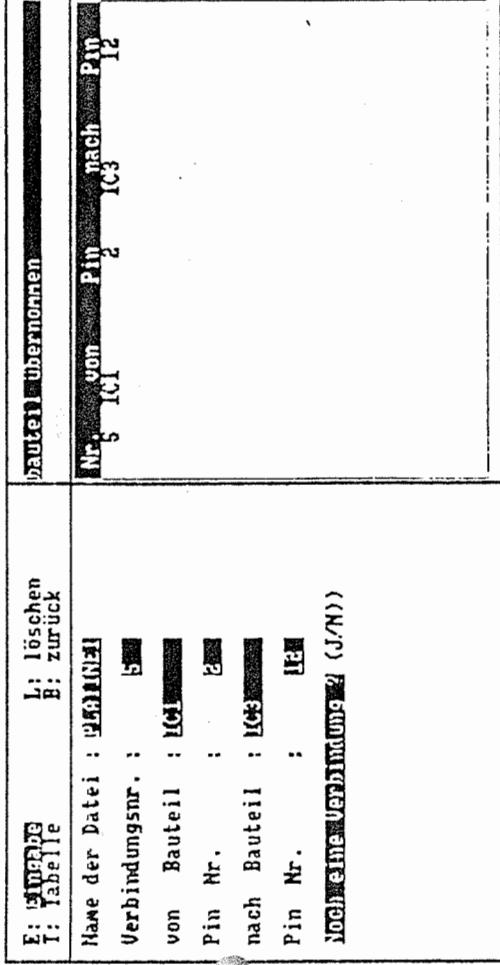

Bild 16
**N:neueingabe** > Das Programm fragt nach dem Dateinamen, den Sie eingeben müssen. Geben Sie hier den Namen ein, den Sie beim Abspeichern der Lageskizze, zu der Sie jetzt die Verbindungen eingeben wollen, benutzt haben und befolgen Sie nach Drücken der Enter-Taste die Anweisungen im rechten oberen bzw. linken unteren Fenster. Sind alle Daten eingelesen springt das Programm automatisch in das Eingabemenu (Bild 16).
**E:eingabe** > Nacheinander werden die Abfragen wie aus Bild 16 ersichtlich gemacht. Als Verbindungsnummer geben Sie eine Zahl zwischen 1 und 999 an. Die Reihenfolge ist hierbei beliebig. Eingaben schon existierender Verbindungsnummern werden nicht angenommen. Im rechten oberen Fenster erscheinen die jeweiligen Eingabefehlermeldungen bzw. Ausführungsmitteilungen. Haben Sie eine Verbindung von Bauteil, Pin-Nr. nach Bauteil, Pin-Nr. eingegeben, werden Sie gefragt, ob die Verbindung in die Datei übernommen werden soll. Drücken Sie entsprechend J für Ja und N für Nein. Wurde eine Verbindung in die Datei übernommen, wird diese im rechten unteren Fenster in einer Tabelle angezeigt. Auf die gleiche Weise beantworten Sie die nachfolgende Frage, ob Sie noch eine Verbindung eingeben wollen. Betätigen Sie Nein, so können Sie die anderen drei Befehle T, L und B anwenden. Bei Ja bleiben Sie im Eingabemodus und können die nächste Verbindung eingegeben. Sämtliche Verbindungsdaten werden sofort, nachdem Sie die Enter-Taste gedrückt haben, überprüft. Es ist nicht möglich, Verbindungsnummern doppelt einzugeben, Bauteile zu benennen, die auf der Lageskizze nicht existieren oder Pin-Nummer eines Bauteils einzugeben, die das genannte Bauteil gar nicht hat. Eingabefehler dieser Art werden sofort gemeldet und die entsprechende Neueingabe erwartet.